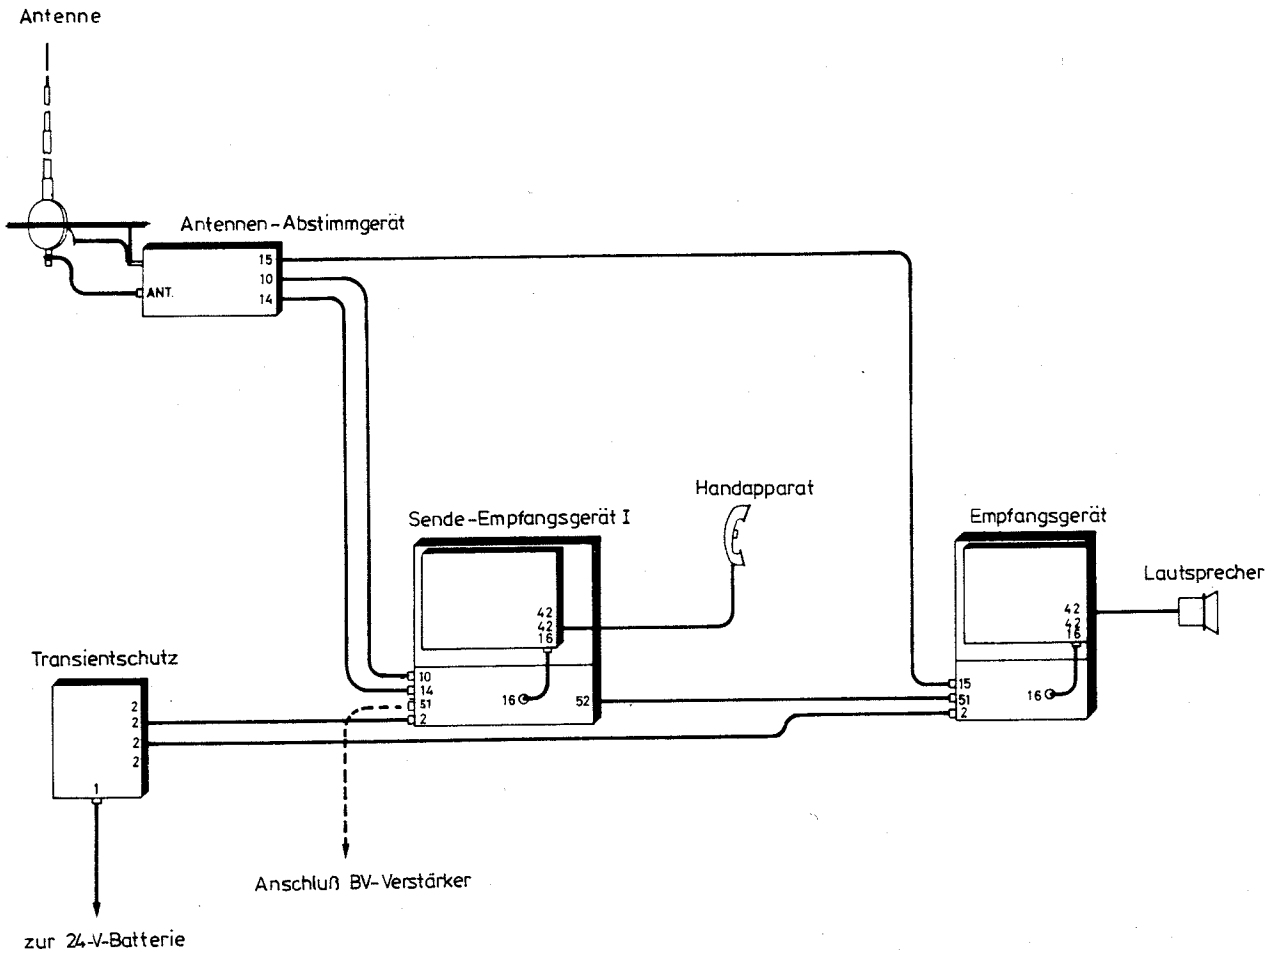

Bild 12 Beispiel eines Verkabelungsplanes für den Fahrzeugeinbau von Sende-Empfangsgerät und Empfangsgerät
In Bild 12 ist ein Beispiel für den Zusammenbau von Sende-Empfangsgerät und Empfangsgerät in einem Fahrzeug dargestellt.
- Verbindungskabel von Anschlußbuchse 52 (6/10) der S/E-Grundplatte des Sende-Empfangsgeräts I zur Anschlußbuchse 51 (13/10) des Sende-Empfangsgeräts II bzw. zur Anschlußbuchse 51 (14/10) des Empfangsgeräts anschließen (siehe auch Bild 12).